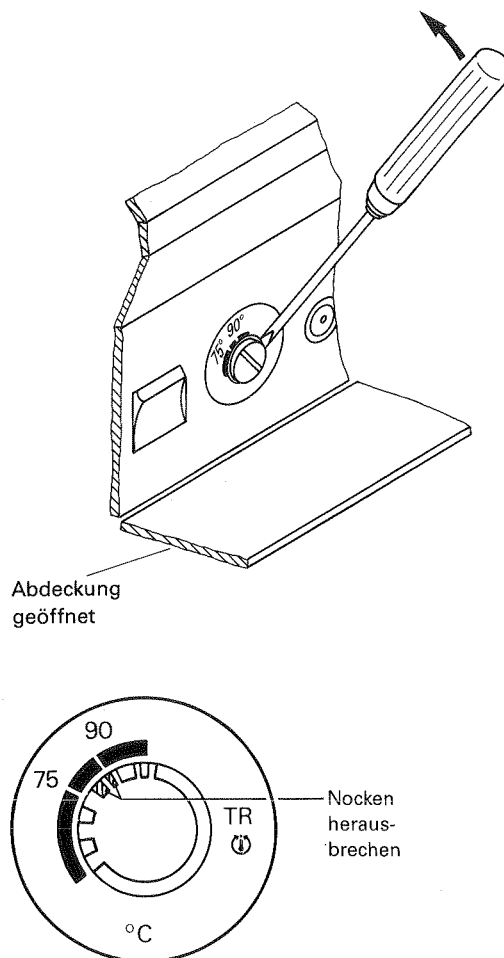

Abb. 3.24
3. Mit einer Spitzzange die in Abb. 3.24 markierten Nocken aus der Anschlagsscheibe herausbrechen.